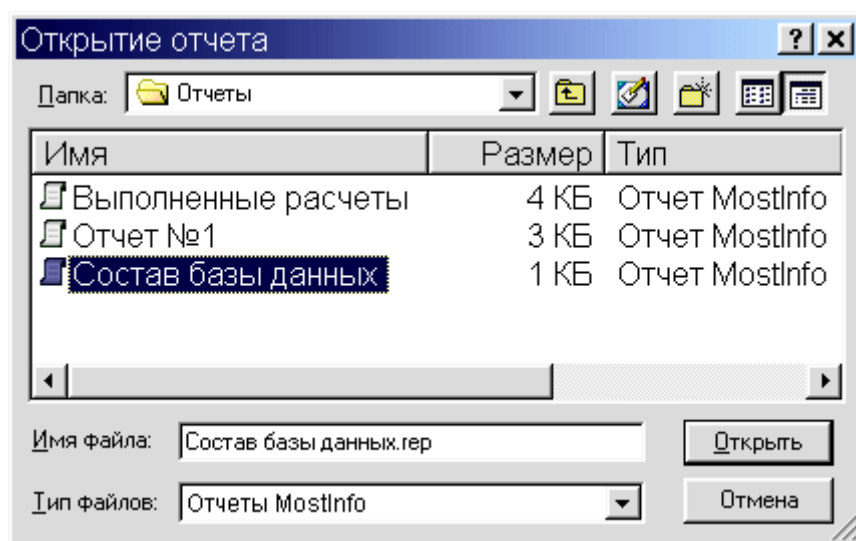

Рис. 127. Окно чтения отчета из файла
- ✧ Открыть... - вызывает диалог чтения отчета из файла (рис. 127)
- ✧ Откроется диалоговое окно “Открытие отчета”, показанное на рис. 127, в котором требуется выбрать нужный файл с отчетом и нажать кнопку [Открыть].